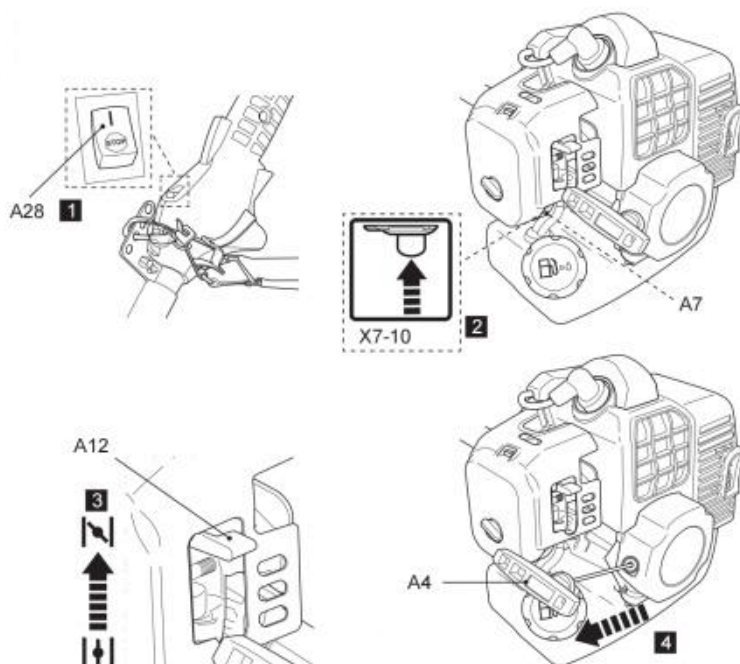

Fig. 38
5. Tenere fermo il prodotto e tirare lentamente la maniglia di avviamento a strappo (A4) fino a sentire resistenza, quindi tirarla rapidamente. Se il motore non si avvia dopo aver provato fino a 8 volte, spostare leggermente lo starter verso il basso in posizione intermedia. Ripetere l'operazione finché il motore non si avvia (Fig. 38).